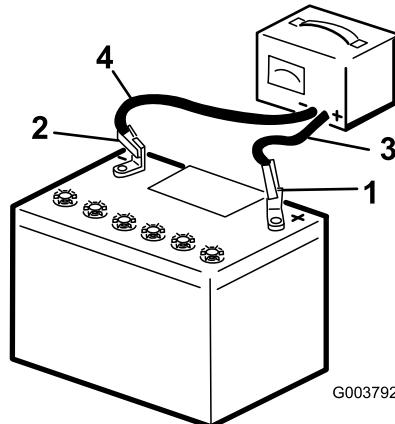

Рисунок 39
- Заряжайте аккумулятор в течение 10-15 минут током 25-30 Ампер, или 30 минут током 4-6 Ампер (Рисунок 39). Не допускайте избыточного заряда аккумулятора.
4. После полного заряжения аккумулятора отсоедините зарядное устройство от электророзетки и штырей аккумулятора (Рисунок 39).